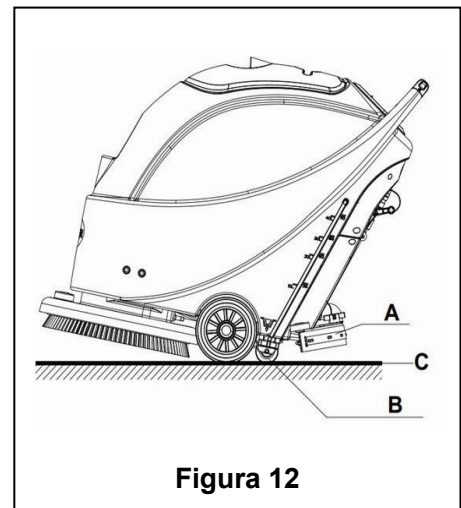

Figura 12
8. Rilasciare l'interruttore di sicurezza (1) per interrompere la spazzola/cuscinetto e l'elettrovalvola.
9. Premere l'interruttore dell'aspiratore (42) in posizione "O"; l'aspiratore ritarderà di 5 secondi prima di interrompersi.
10. Premere l'interruttore di controllo del diffusore d'acqua (44) in posizione "O" per interrompere completamente il funzionamento dell'elettrovalvola.
11. Premere l'interruttore (41) in posizione "O".
12. Usare la maniglia di sollevamento del tergilavaggio (14) per sollevare il tergilavaggio.
13. Afferrare il manubrio (2) e gentilmente rovesciare all'indietro l'apparecchio finché la ruota di guida (B) non tocca il pavimento. Vd. **Figura 12**.